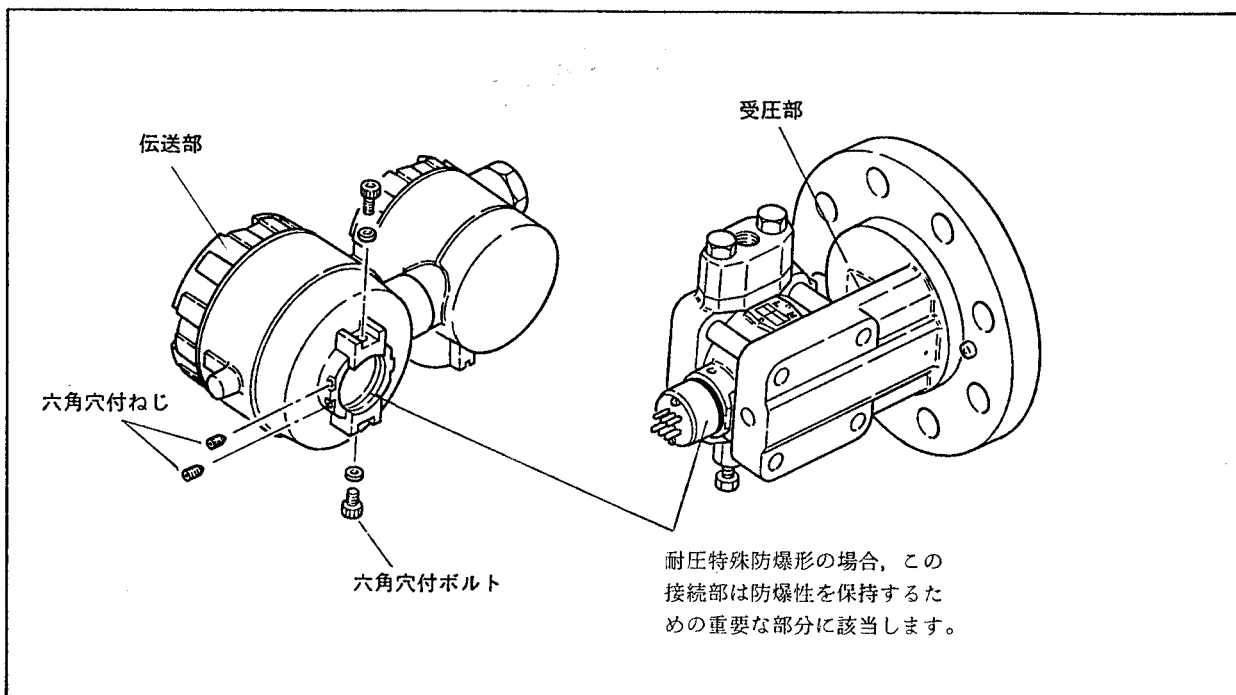

図6.5 伝送部と受圧部の分離
1. 伝送部と受圧部の接続部は、耐圧防爆性保持の重要な部分に該当しますので、傷などの欠陥がないことを確認してください（図6.5参照）。
2. 保守終了後は伝送部を固定するための六角穴付ボルトおよびねじを確実に締め付けてください（図6.5参照）。
- b. 伝送部と受圧部を固定している2本の六角穴付ボルトをはずします。同時に2本の六角穴付ねじを1回転ほどゆるめます。（図6.5参照）。
- (6) 伝送器をタンクに取付けます。その際、ガスケットは新しいものと交換してください。
- (7) 必要ならば6.4項に従ってリニアリティ、ゼロおよびスパン調整を行ないます。